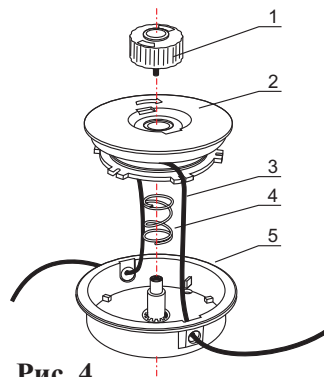

Рис. 4.
Из катушки выходит недостаточно лески	Нажать на фиксатор 1 катушки (рис. 4) и вытянуть леску до уровня ножа, ограничивающего длину лески
9.4.2. Замена лески (рис. 4):